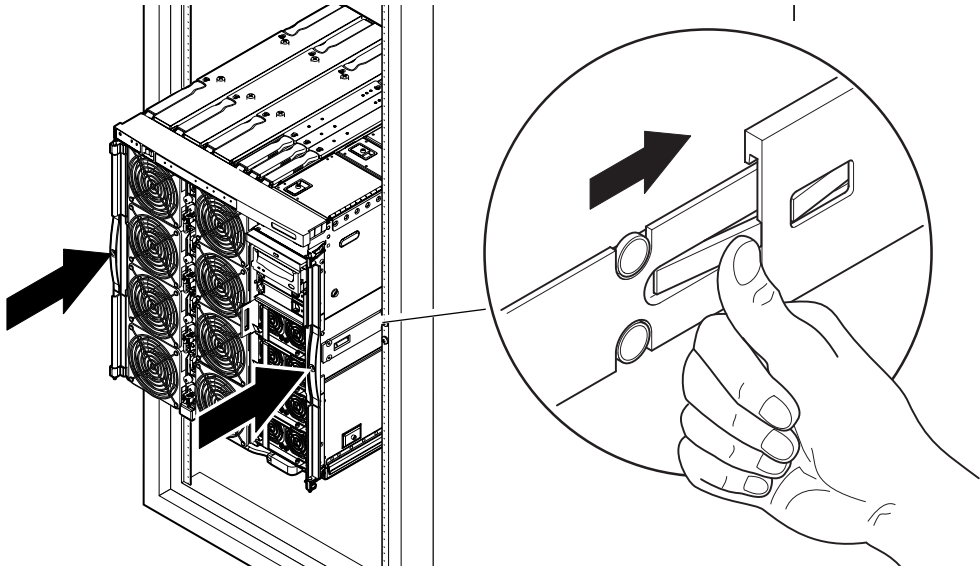

图 1-13 将系统推入系统机柜
10. 按压两侧滑轨的绿色插销，将系统推入机柜（图 1-13）。